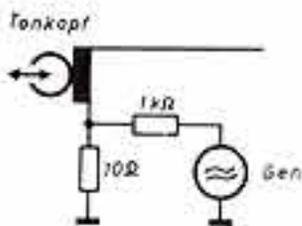

Abb. 14
2. Tongenerator gemäß Abb. 14 anschließen.